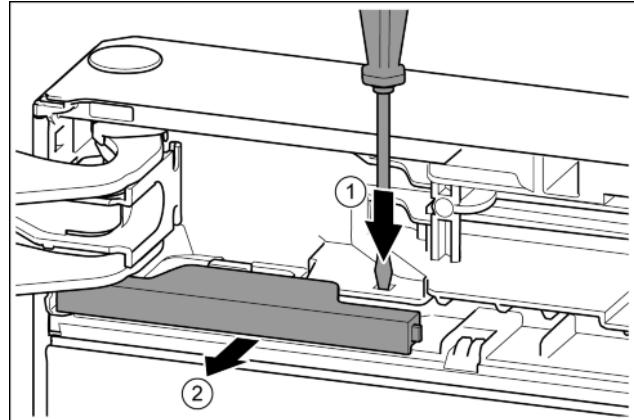

Fig. 13
- Нажать накладку шлицевой отверткой. Fig. 13 (1)
- Вынуть крышку из зацепления. Fig. 13 (2)